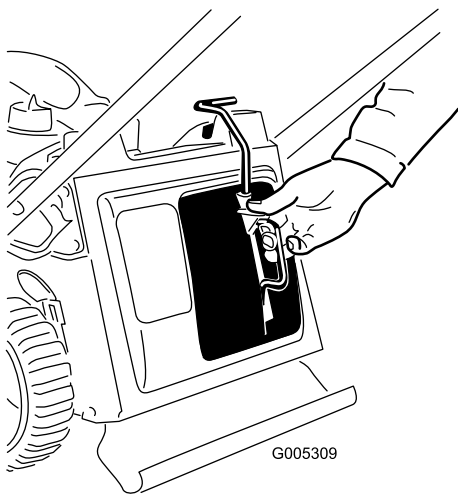

Figure 25
1. Déposez l'obturateur de recyclage (Figure 25).